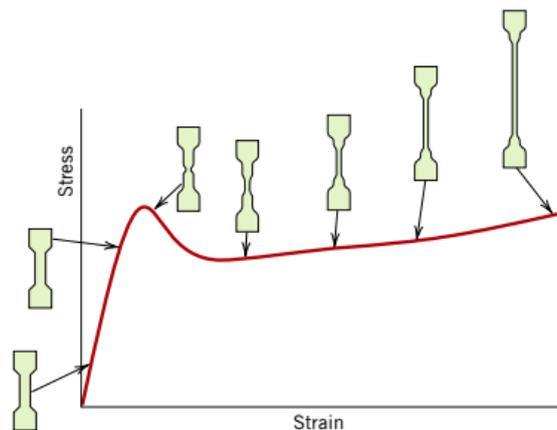

Figura 1 - Curva esquemática tensão-deformação em tração para um polímero semicristalino.
4. Explique a Figura 1, associando cada região a deformação sofrida pelo corpo de prova.